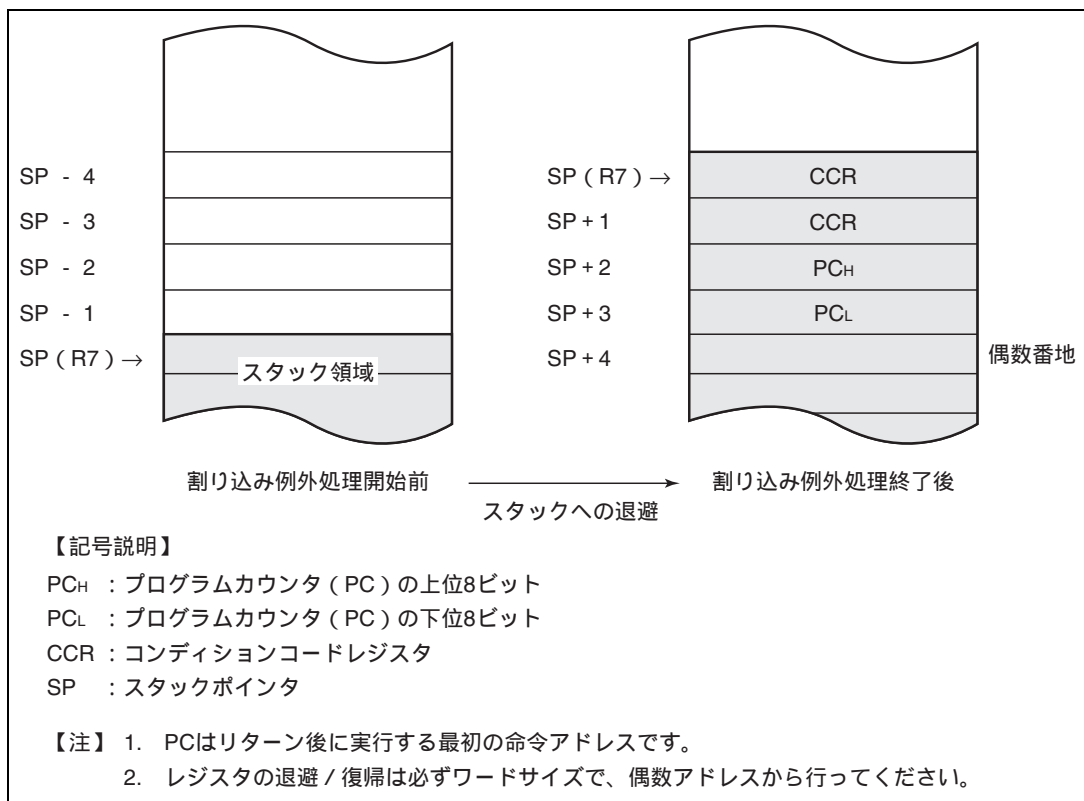

図 3.4 割り込み例外処理終了後のスタック状態
- (1) 割り込み許可レジスタの対応するビットが1にセットされている状態で、割り込み要因が発生したとき、割り込みコントローラに対して割り込み要求信号が送られます。
- (2) 割り込みコントローラに割り込み要求信号が送られると、割り込み要求フラグがセットされます。
- (3) 割り込み許可フラグが1にセットされている割り込みの中で、優先順位に従って最高位の割り込み要求が選択され、その他は保留となります（表3.2参照）。
- (4) CCRのIビットを参照し、Iビットが0にクリアされている場合は、割り込み要求は受け付けられませんが、Iビットが1にセットされている場合は割り込み要求は保留となります。
- (5) 割り込み要求が受け付けられると、そのとき実行中の命令の処理が終了した後、PCとCCRがスタック領域に退避されます。このときのスタックの状態を図3.4に示します。スタックされるPCは、リターン後に実行する最初の命令のアドレスを示しています。
- (6) CCRのIビットが1にセットされます。これにより、すべての割り込みはマスクされます。
- (7) 受け付けた割り込みに対応するベクタアドレスを生成し、そのアドレスの内容によって示されるアドレスから、割り込み処理ルーチンの実行を開始します。